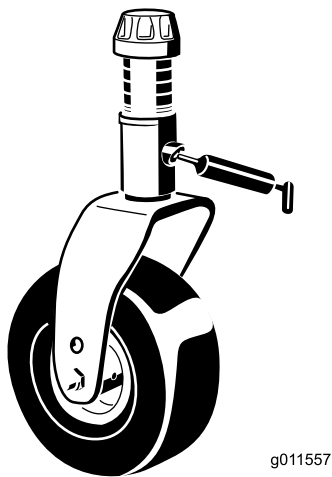

Figura 18
- Casquilhos do eixo da forquilha da roda giratória (Figura 18)